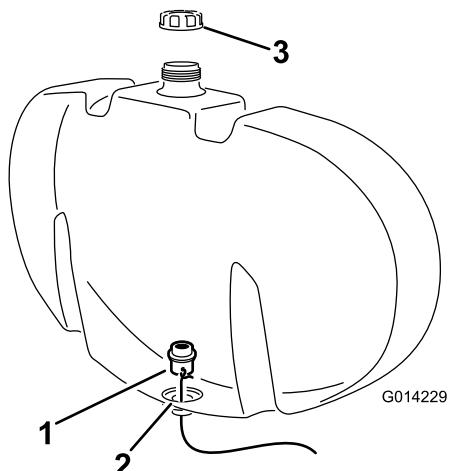

Рисунок 7
- E. Используя провод в качестве направляющего приспособления, установите переходной штуцер в отверстие на дне бака (Рисунок 7).
прозрачная прокладка плотно прилегала к внутренней стенке промывочного бака (Рисунок 7).